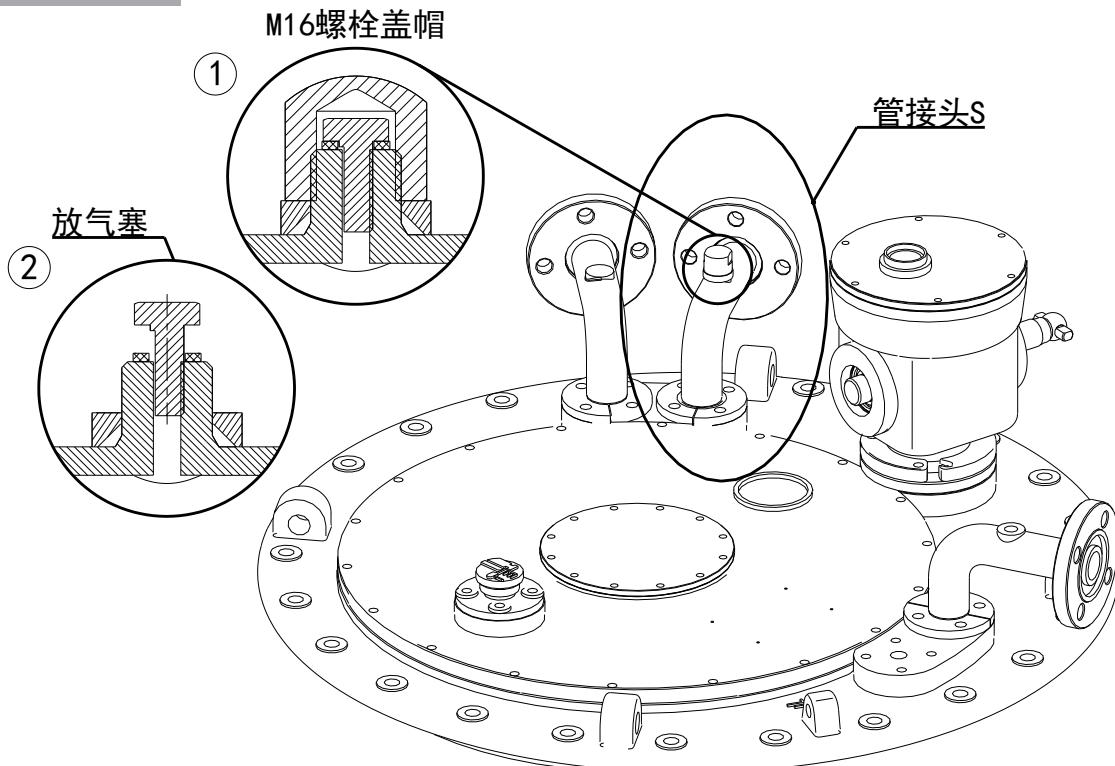

图 9-2
- 拆下管接头 S 上 M16 螺栓盖帽，用 24 号扳手（见图 9-2）。